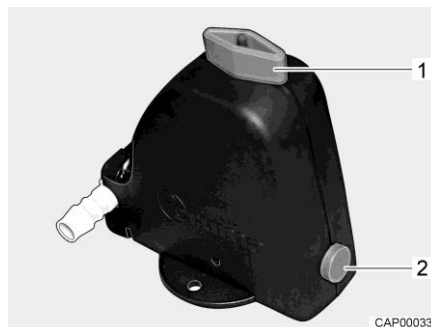

Bild 261 Säkerhets-/avtappningsventil (Truma)
- Öppna säkerhets-/avtappningsventilen (Truma). Vrid då vredet (Bild 261,1) mot säkerhets-/avtappningsventilen. Tryckknappen (Bild 261,2) skjuts ut.